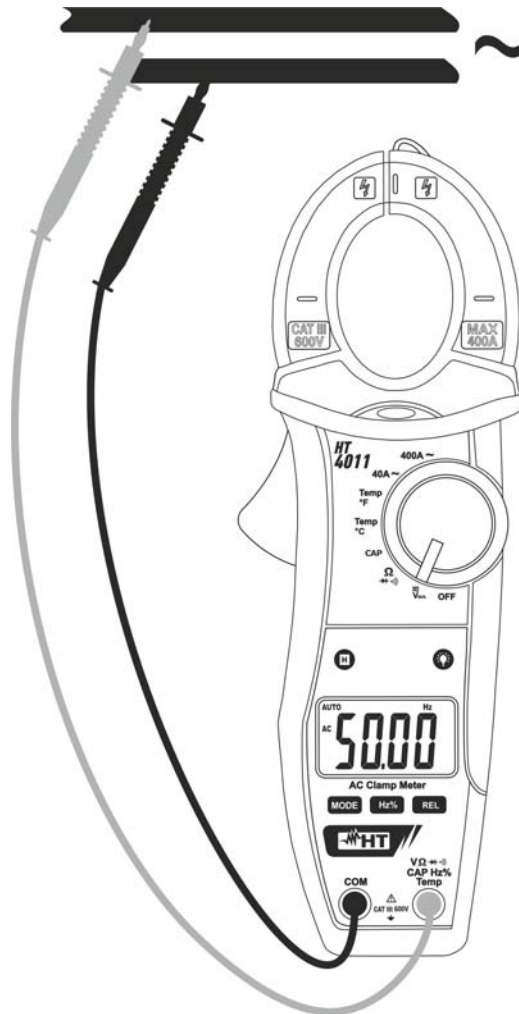

Fig. 5: Uso della pinza per misure di Frequenza e Duty Cycle
4. Posizionare i puntali nei punti desiderati del circuito in esame (vedere Fig. 5). Il valore della frequenza (Hz) o del duty cycle (%) è mostrato a display